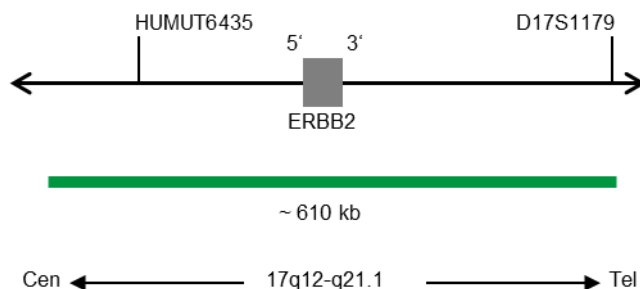

Fig. 1: SPEC ERBB2 Mapa da sonda (não à escala)
- Polinucleótidos marcados com ZyGreen (excitação 503 nm/emissão 528 nm) (~10,0 ng/μl), que têm como alvo sequências mapeadas em 17q12-q21.1* (chr17:37,572,531-38,181,308) que albergam a região do gene ERBB2 (ver Fig. 1).
- Polinucleótidos marcados com ZyOrange (excitação 547 nm/emissão 572 nm) (~1,5 ng/μl), que visam sequências mapeadas em 17p11.1-q11.1 específicas para a região centromérica do satélite alfa D17Z1 do cromossoma 17 (ver Fig. 1).